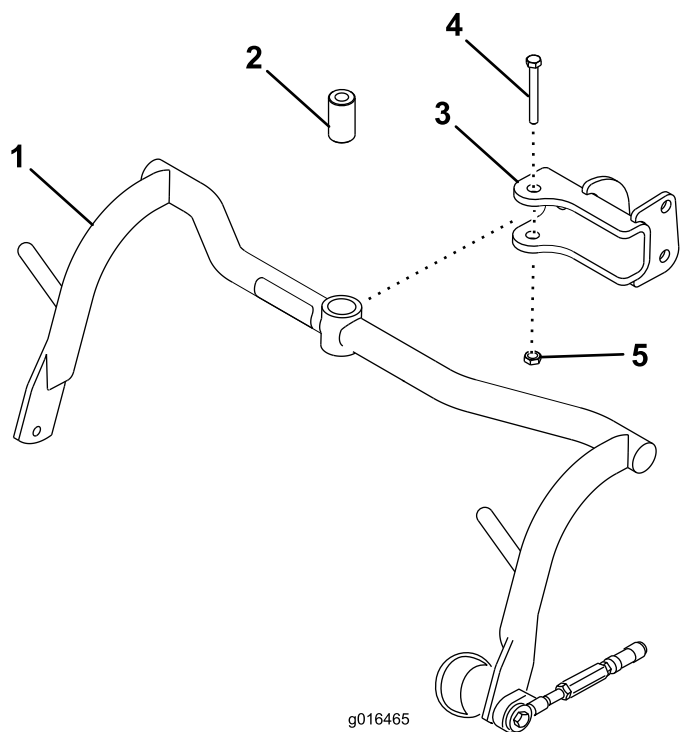

Figura 5
1. Montate un gruppo telaio portante su ciascun perno con testa con un distanziale, un bullone ($\frac{1}{2}$ " x $3\frac{1}{4}$ ") e un dado di bloccaggio ($\frac{1}{2}$ "); fate riferimento a Figura 5. Serrate a una coppia di 91 a 113 N·m.